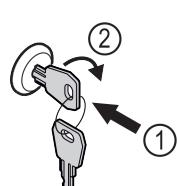

Fig. 172 Примерно изображение
- Пъхнете ключа Fig. 172 (1).
- Завъртете го на 90° по посока на часовниковата стрелка Fig. 172 (2).
- Завъртете го на 90° обратно на часовниковата стрелка Fig. 172 (2).